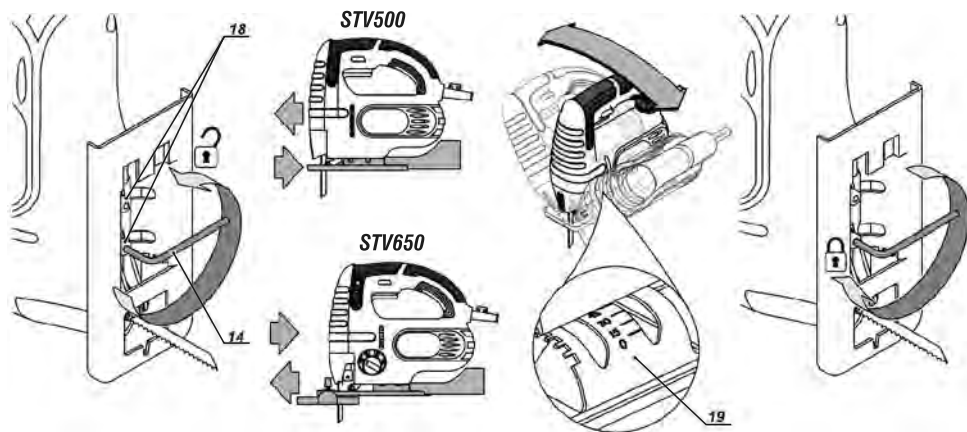

fig. 3 – dibujo demostrativo ajuste del ángulo del corte
Suelte la palanca traba de la placa de la base (8) girando la llave allen (14) en el sentido anti-horario, mueva la placa de base (7), ajustando el ángulo deseado de la base, apriete la palanca traba de la placa (18), girando la llave allen (14) en el sentido horario, fig. 3.